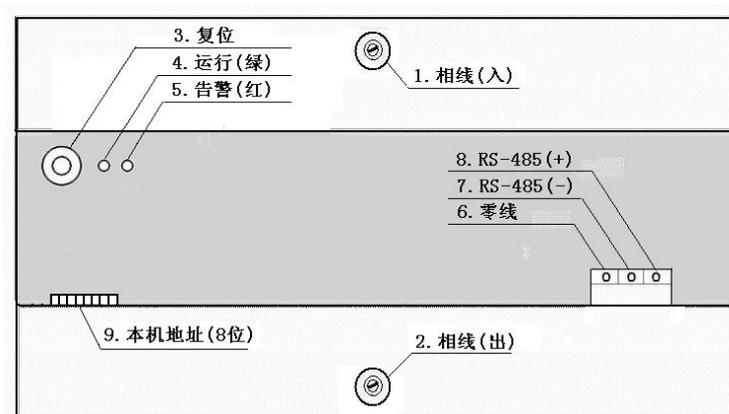

图 3 电气灭弧限流式保护器（20A/32A）外观图
2. EFPCLP20A-1A 电气灭弧限流式保护器（额定电流 20A） 见图 3
3. EFPCLP32A-1A 电气灭弧限流式保护器（额定电流 32A） 见图 3